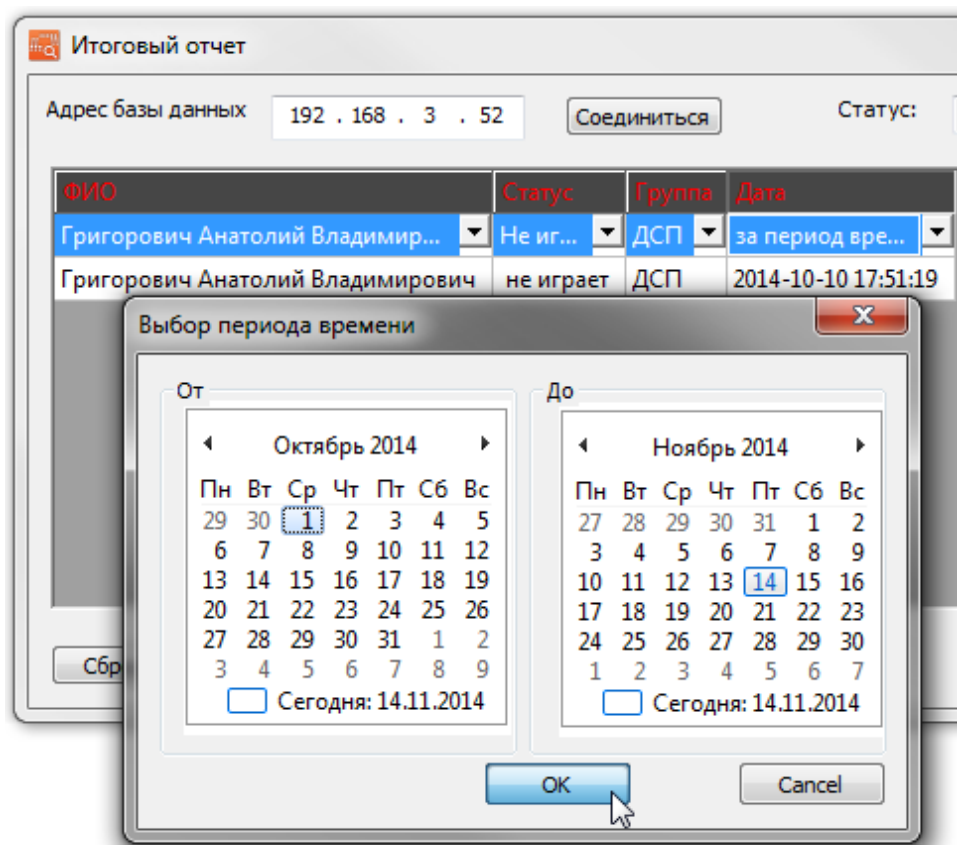

Рис. 35. Фильтрация отображения пользователей.
- **Дата** – отображение пользователей, работавших в тренажере в выбранный промежуток времени. Варианты выбора промежутков времени: «*сегодня*» - отображение пользователей, работавших в тренажере в текущие сутки; «*за текущий месяц*» - отображение пользователей, работавших в тренажере в текущем месяце; «*за период времени*» - при выборе этого варианта появляется окно, в котором необходимо указать интервал времени вручную, а затем нажать кнопку «ОК» (рис. 35).